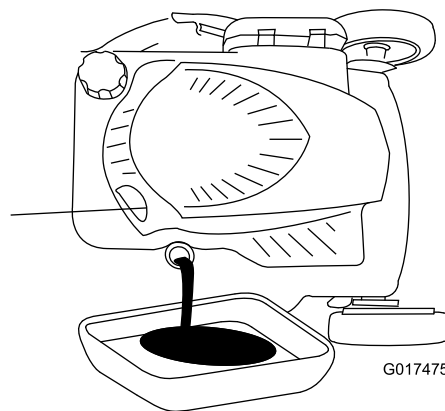

Figura 35
4. Ponga la máquina de lado (con el filtro de aire hacia arriba) para drenar el aceite usado del tubo de llenado de aceite (Figura 35).